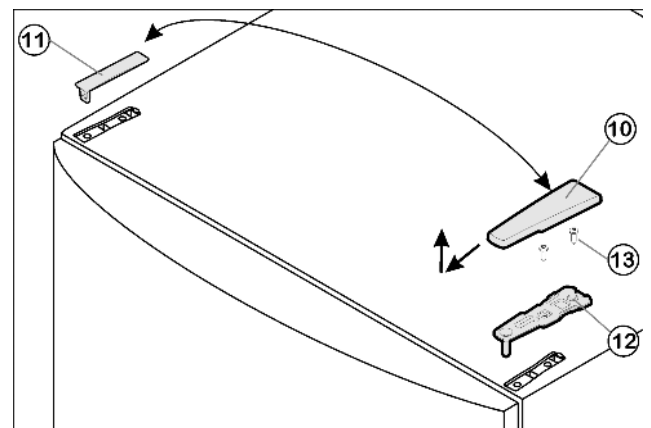

Fig. 4
- ▶ Изтеглете покритието Fig. 4 (10) напред и нагоре.
- ▶ Свалете покритието Fig. 4 (11).
- ▶ Развийте горната лагерна стойка Fig. 4 (12) с (2 x Torx® 25) Fig. 4 (13) и издърпайте нагоре.
- ▶ Поставете горната лагерна опора Fig. 4 (12) върху новата страна на шарнира във вратата.
- ▶ Завийте горната лагерна стойка Fig. 4 (12) **здраво (с 4 Nm)** (2 x Torx® 25) Fig. 4 (13). Еventуално пробийте предварително отвори за винтовете или използвайте акумулаторна отвертка.
- ▶ Поставете покритието Fig. 4 (10) и покритието Fig. 4 (11) съответно върху противоположната страна.